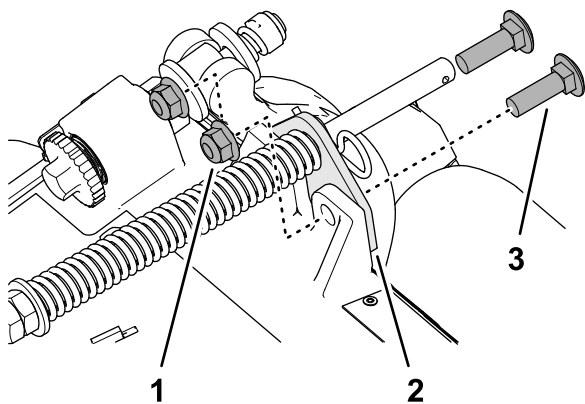

Рисунок 8
2. Удалите 2 фланцевые контргайки ($\frac{3}{8}$ дюйма) и 2 каретных болты ($\frac{3}{8}$ x $1\frac{1}{4}$ дюйма), которые крепят кронштейн компенсатора состояния грунта к раме режущего блока (Рисунок 8).